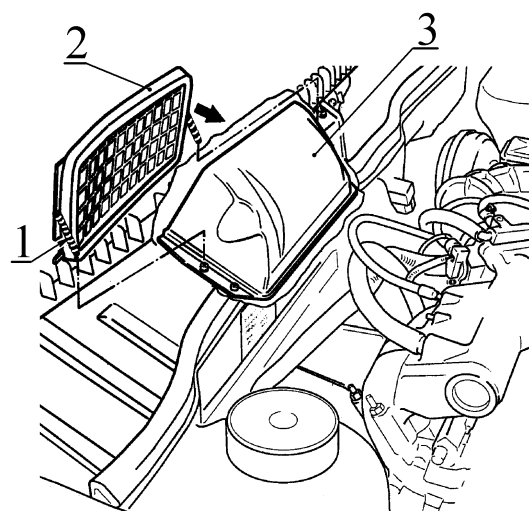

Рис.4. Установка воздушного фильтра:
6.2 Установить на новый фильтр две пружины 1, рис.4.